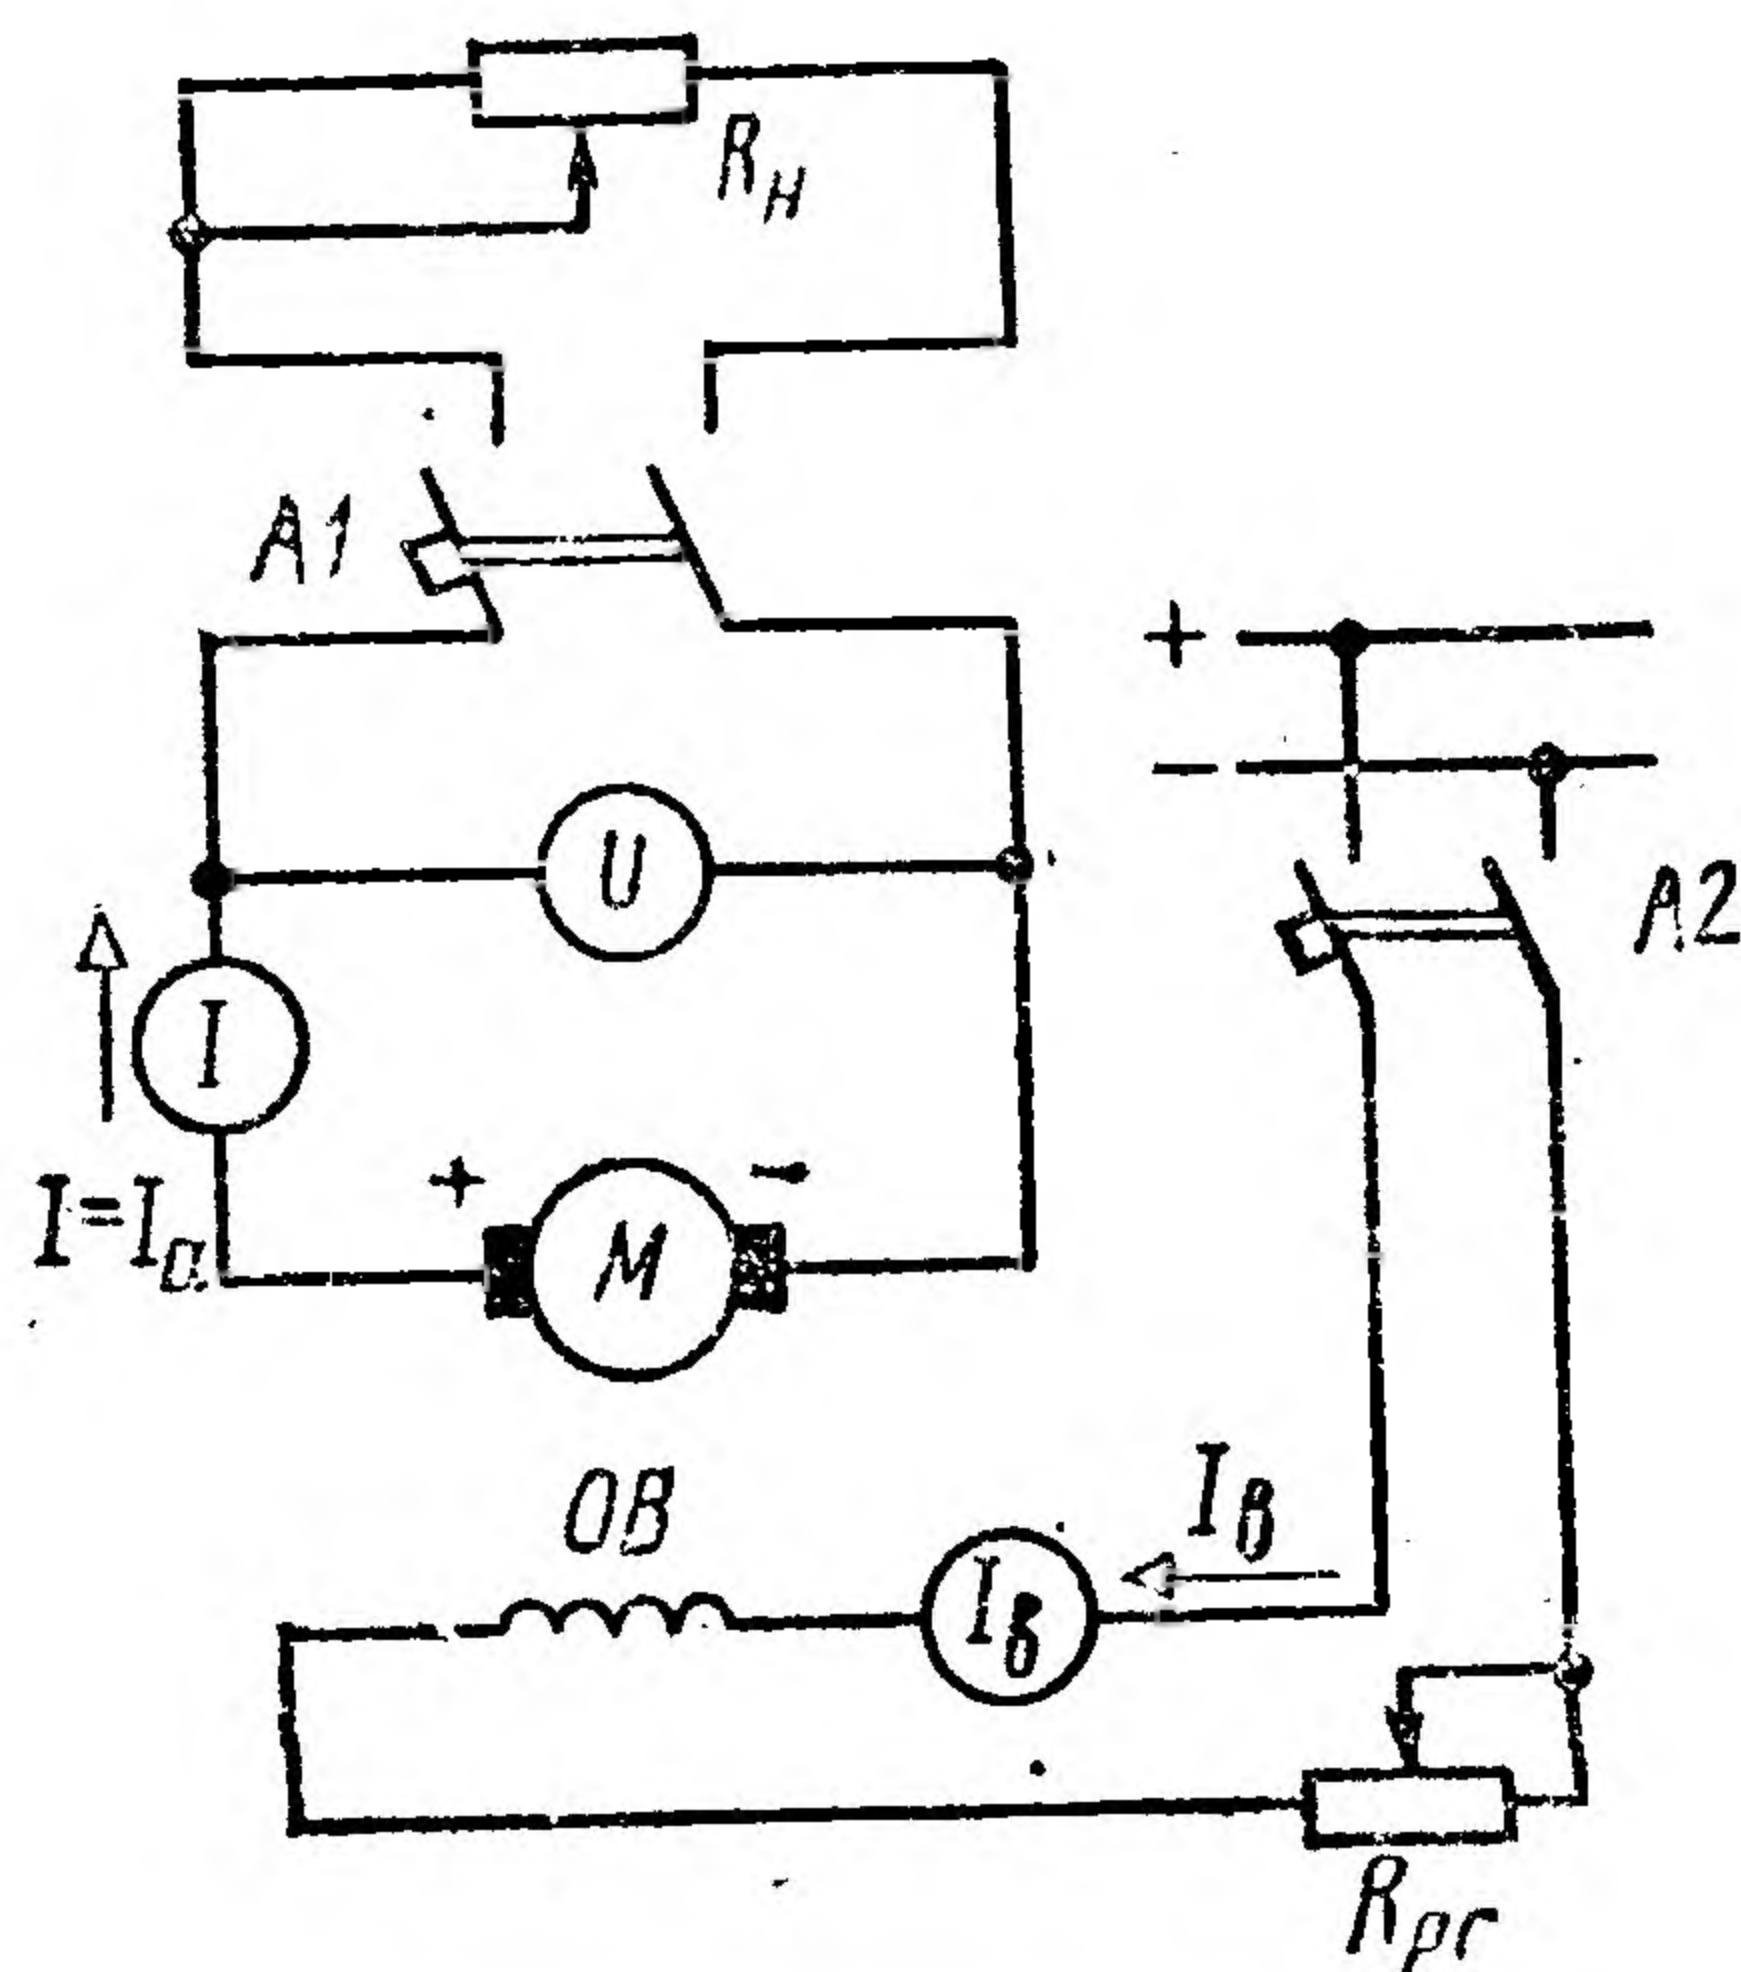

Рис. 88
**Пример 17.** Генератор с независимым возбуждением (рис. 88) работает в номинальном режиме при напряжении на выводах  $U_{ном} = 220$  В. Сопротивление обмотки якоря  $R_a = 0,2$  Ом; сопротивление нагрузки  $R_H = 2,2$  Ом; сопротивление обмотки возбуждения  $R_B = 55$  Ом. Напряжение для питания обмотки возбуждения  $U_B = 110$  В. Номинальная частота вращения якоря  $n_{ном} = 1200$  об/мин. Определить: 1) э. д. с.